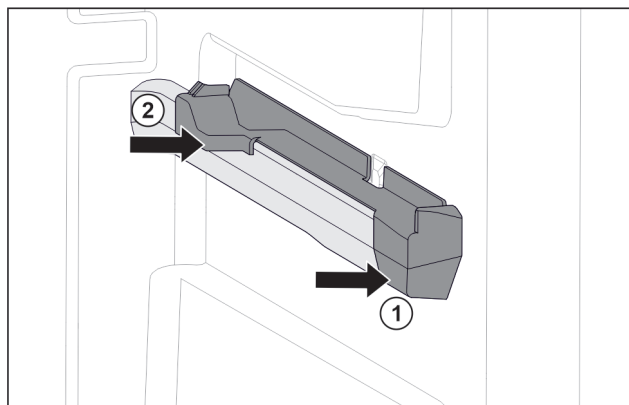

Fig. 109 Násuvný diel na pravom rebre nádoby
- ▶ Nasadíte násuvný diel vpredu na rebro nádoby. Fig. 109 (1)
- ▶ Pritlačte násuvný diel vzadu. Fig. 109 (2)